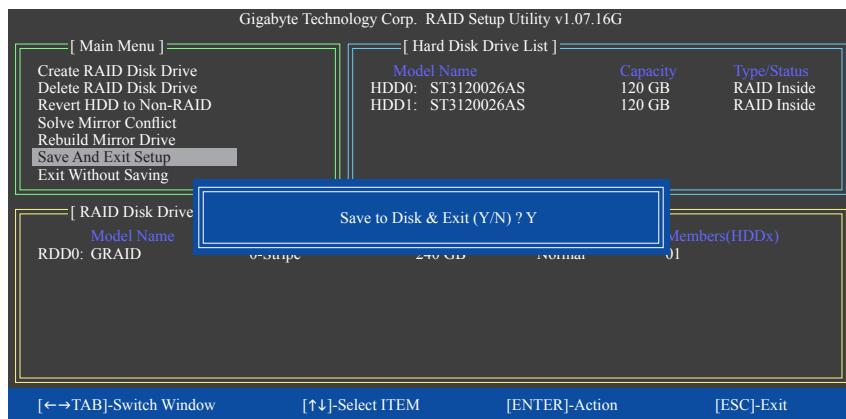

図 10
7. セットアップを保存して、終了: RAID アレイを構成した後、メイン画面で **Save And Exit Setup** 項目を選択し、設定を保存してから RAID BIOS ユーティリティを終了し、<Y>を押します(図 10)。